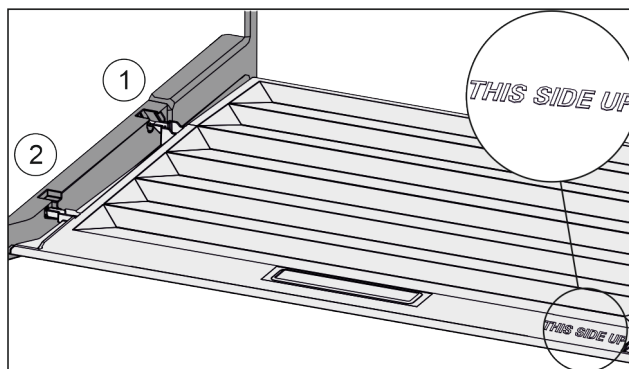

Fig. 84
- ▶ Вставить поперечные ребра крышки через отверстие заднего держателя Fig. 84 (1) и защелкнуть спереди в держателе Fig. 84 (2).